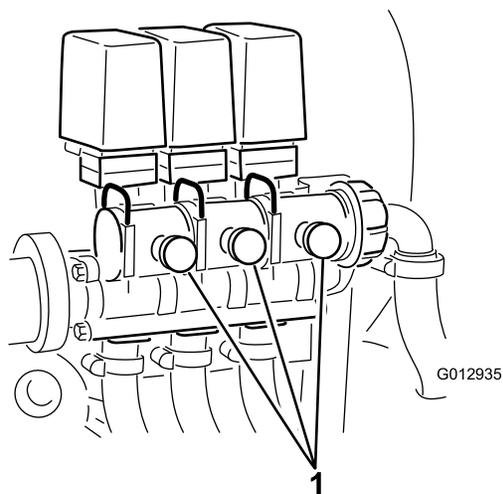

Figura 43
12. Ajuste a válvula de distribuição da rampa (Figura 43) na válvula de controlo da rampa que desligou até a leitura da pressão no manómetro ser idêntica à registada no passo 9.